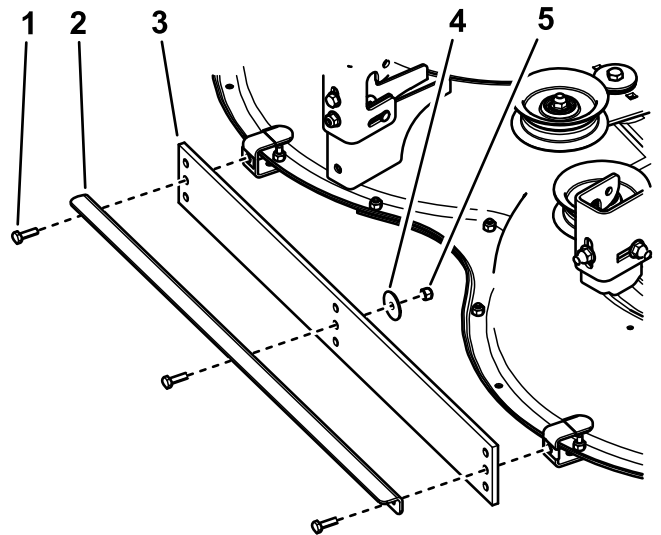

Bild 3
5. Befestigen Sie die Mitte der Strebe mit einer Schraube, Scheibe und Mutter am Abstreifer (**Bild 3**).
1. Schraube (3)
6. Befestigen Sie den Abstreifer und die Strebe mit zwei Schrauben an den Halterungen (**Bild 3**).